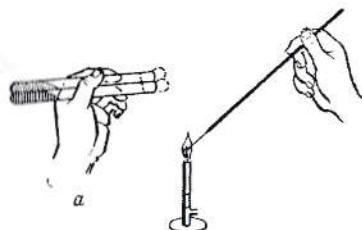

Рис. 1. Стерилизация бактериальной петли нагреванием пламенем
2. Бактериальная петля прокаливается до угольного состояния в верхней части пламени (рис. 1) и охлаждается в течение 10 мин, но не ставится на стол.